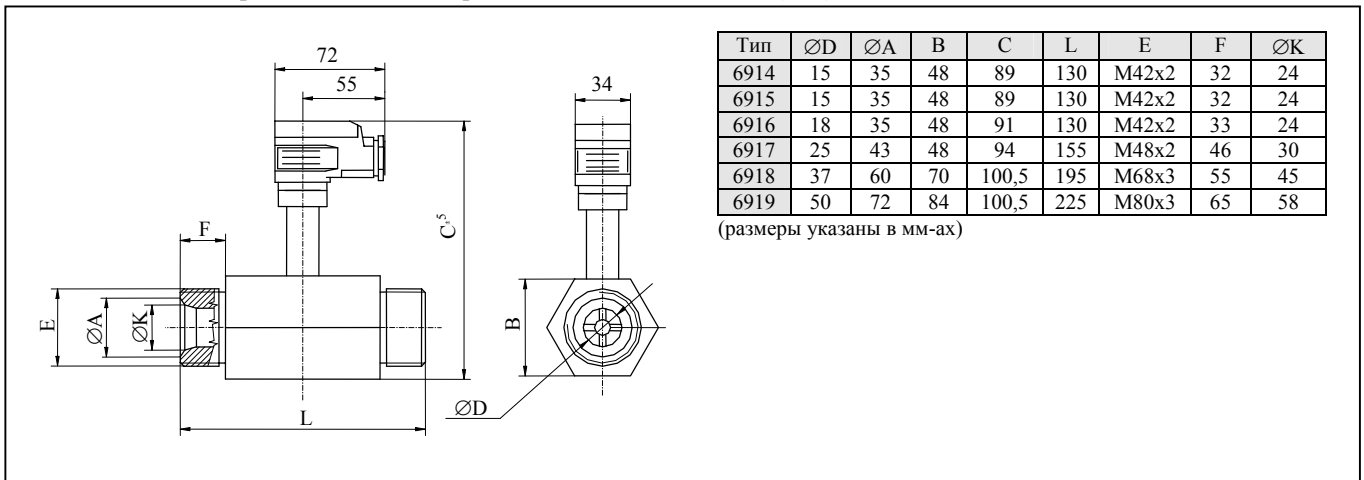

Рис. 8 Виды подсоединений, размеры, пределы рабочей температуры и электрические подсоединения
* См. температурные ограничения касающиеся подсоединителей на рис. 8